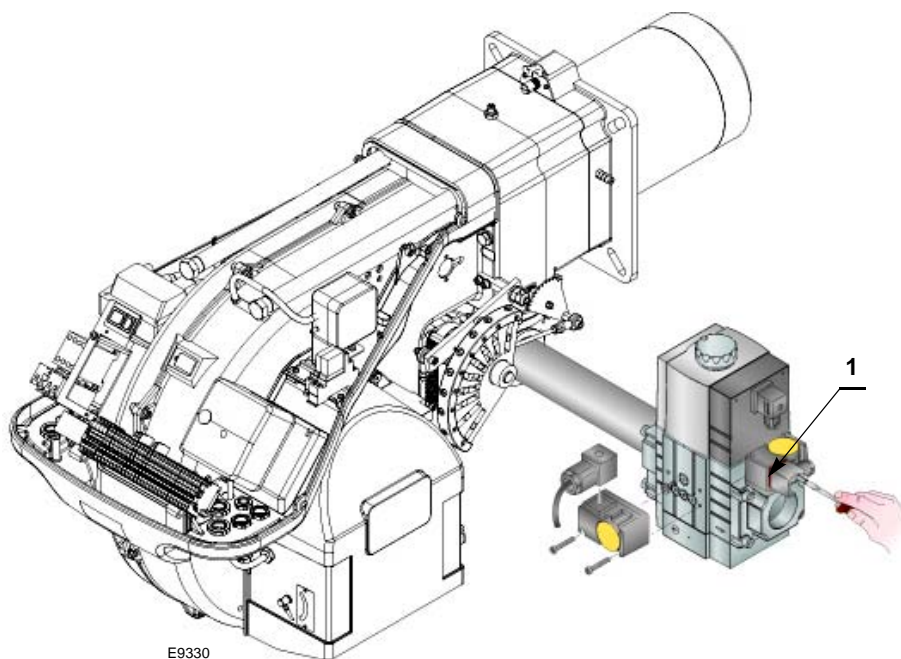

图 27
- 连接一个压力计到最小燃气压力开关的压力测试点 1 (图 27)，检查燃气供应压力：必须低于燃气阀组所能允许的最大压力，见燃气阀组标牌。
- 将燃气阀组管路中的空气排净，连接一个塑料管道最小燃气压力开关的压力测试点 1 (图 27)。将该塑料管伸到建筑物外，可以闻到燃气的味道。